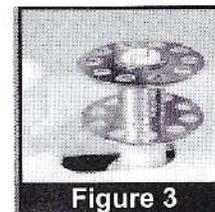
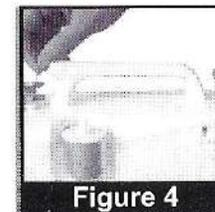

Figure 3
Figure 4
3. Indique el hilo del alfiler de carrete por la abrazadera de hilo (Figure 3) y al carrete. Enrolle un pequeño pedazo de hilo alrededor del carrete a la derecha. (Figure 4)